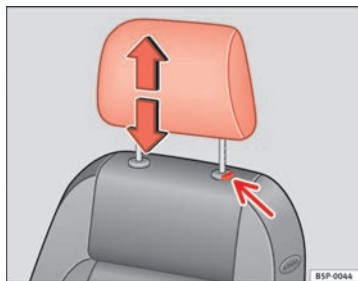

Abb. 93 Kopfstütze einstellen oder ausbauen
- Drücken Sie die Taste ⇒ Abb. 93 (Pfeil).